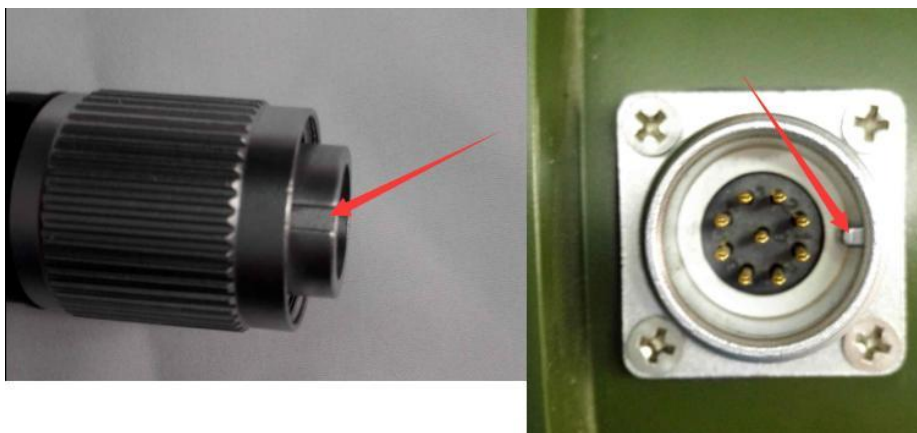

图 5.9 航空连接器标识示意图
- 电缆线连接到主机时请先将电缆插座的标志和用户机插头的标志（如图 5.9 所示）对齐后插到底部，并将其拧紧，如图 5.10 所示；